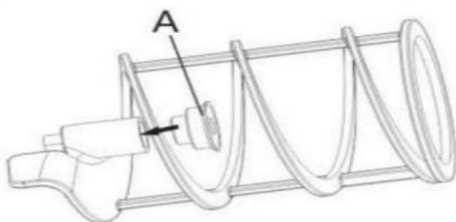

Fig. 12
Packning (A) på omrörare. se Fig.12